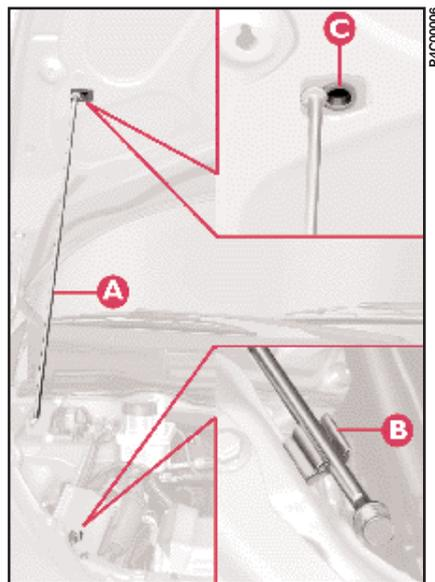

fig. 82
- 3) Soulever le capot et dégager en même temps la béquille de maintien **A** (fig. 82) de son dispositif de blocage **B**.
- 1) D'une main, maintenir le capot soulevé et, de l'autre main, enlever la béquille **A** (fig. 82) du logement **C**, puis la remettre dans son dispositif de blocage **B**.